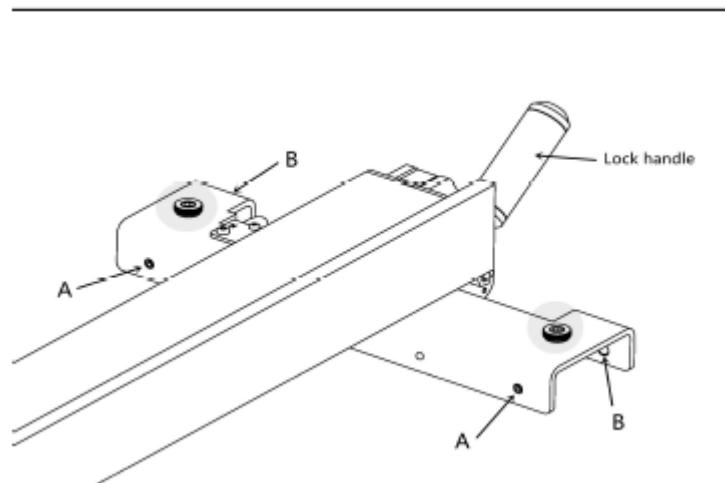

Рис.12
Регулировка параллельности и перпендикулярности параллельного упора (Рис.12)
Регулируя установочный винт (A), вы можете отрегулировать параллельность между параллельным упором и диском, также вы можете отрегулировать силу фиксации. Регулируя болт, отмеченный кружком, как показано на Рис. 12, вы можете отрегулировать перпендикулярность между параллельным упором и столом.